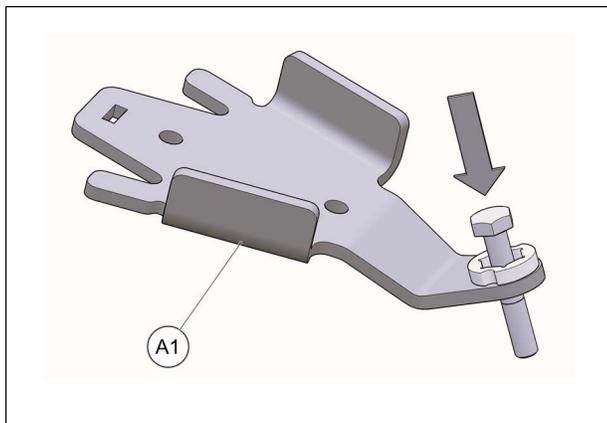

Fig. 16
4. Insérer un boulon à l'extrémité de chacun des ancrages de suspension avant (A1). Voir la Fig. 16